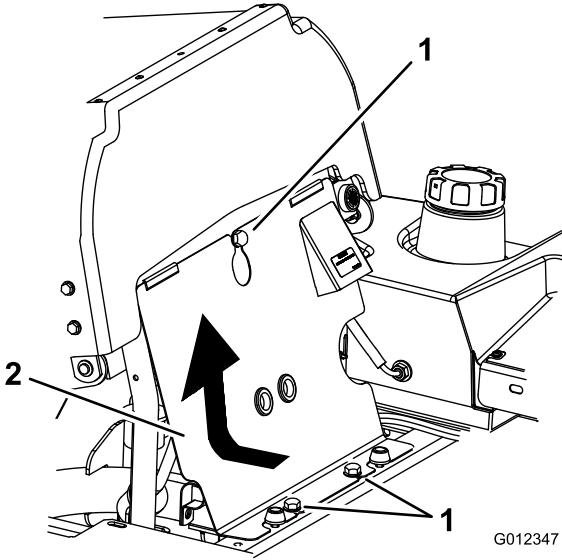

Figura 44
1. Incline el asiento hacia adelante, afloje los pernos y retire el panel delantero del motor (Figura 44).